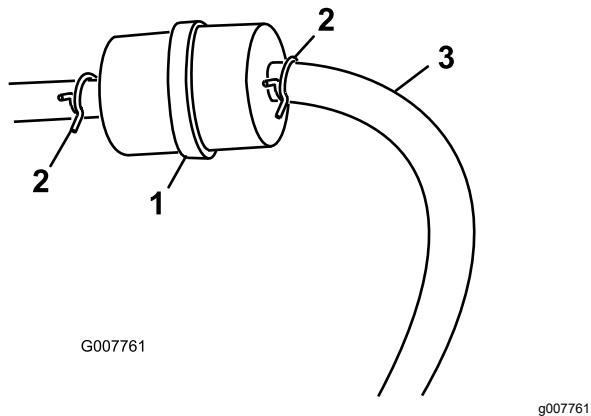

Figura 27
3. Apriete los extremos de las abrazaderas y deslícelas por el tubo alejándolas del filtro (Figura 27).
5. Instale un filtro nuevo y acerque las abrazaderas al filtro (Figura 27).
3. Afloje la abrazadera cerca del filtro de combustible y deslícela por el tubo, alejándola del filtro de combustible (Figura 27).
4. Desconecte el tubo de combustible del filtro de combustible (Figura 27).
- Nota:** Deje fluir el combustible a una lata de combustible o a un recipiente de vaciado (Figura 27).
5. Instale el tubo de combustible en el filtro de combustible. Acerque la abrazadera al filtro de combustible para fijar el tubo de combustible (Figura 27).